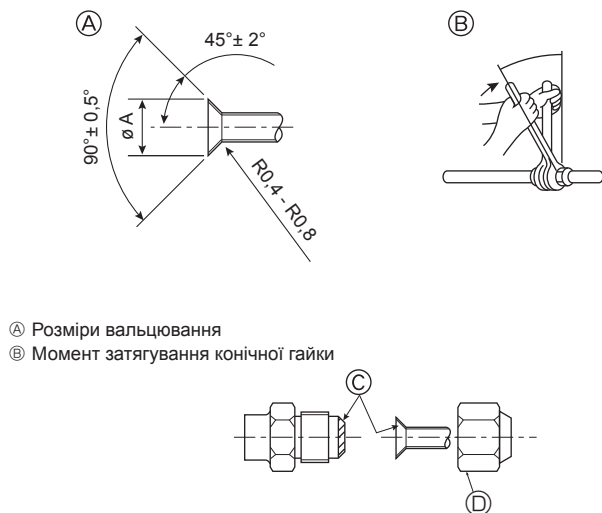

Fig. 4-8
Ⓐ (Fig. 4-8)
Ⓑ (Fig. 4-8)
4.2. З'єднання труб (Fig. 4-8)